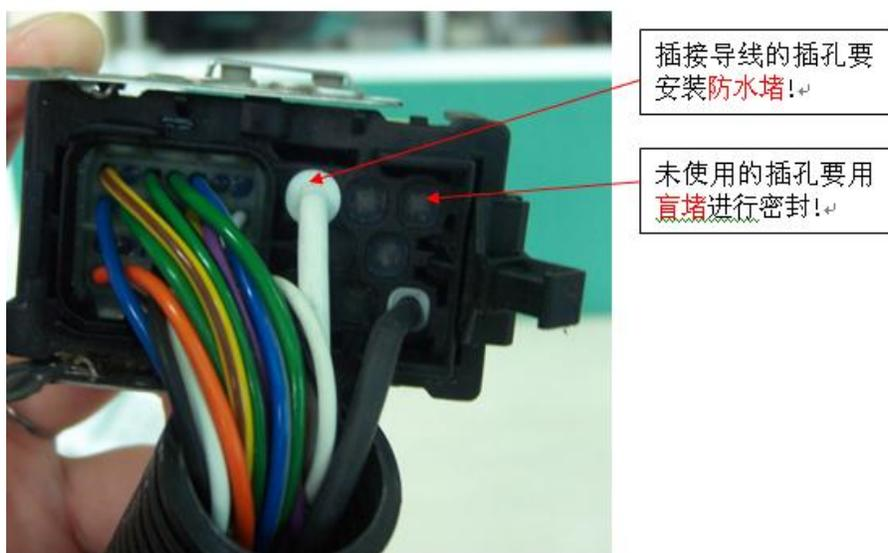

图 12 防水堵正确安装示意图
- 丨 插大插针时，要保证插入导线的插孔要安装防水堵，未使用的针孔要用盲堵对其进行密封。见图12所示。